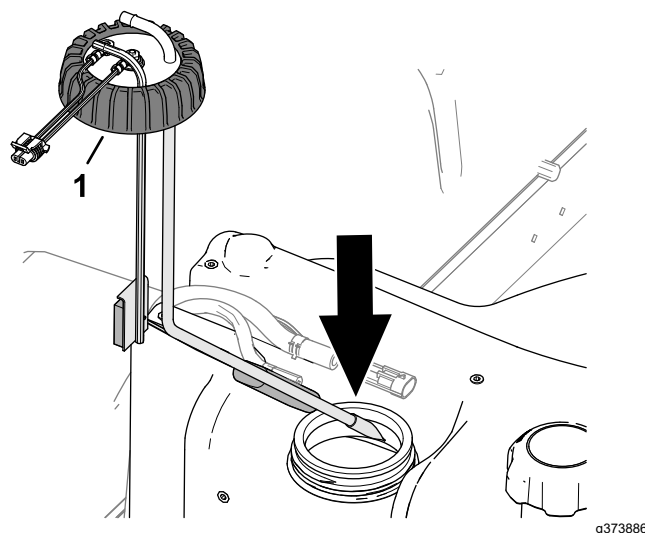

Рисунок 93
2. Осторожно установите топливозаборную трубу и поплавок в топливный бак (Рисунок 93).